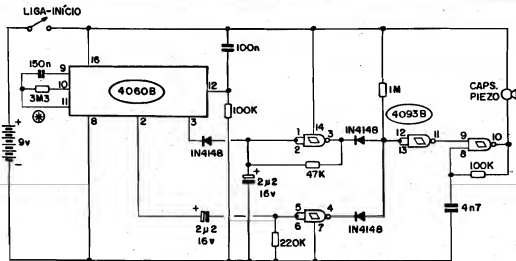

Fig.1
- FIG. 1 - O CIRCUITO - No núcleo do circuito temos um Integrado da "família" digital C.MOS (4060), contendo uma grande "fila" de contadores/divisores por 2 ínteros, além de alguns gates "sobrantes" (acessados via pinos 9-10-11) que podem formar um prático oscilador de clock a ser usado como referência básica de tempo para todo o sistema. Tal oscilador é estabelecido com a ajuda do resistor de 3M3 e capacitor de 150n, valores já dimensionados para os períodos desejados. Para que o início da contagem de tempo se dê sempre com o